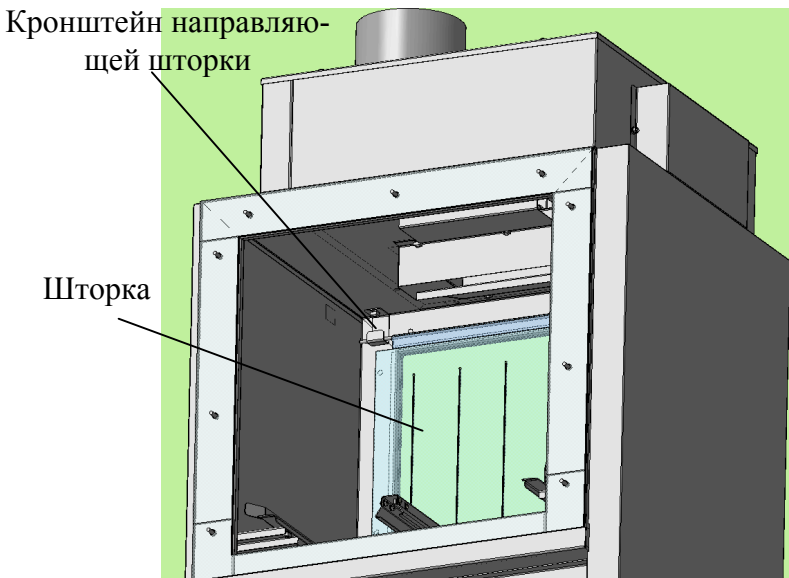

Рисунок 3 – Установка шторки
5.5.3 Установить направляющую шторки в шторку и навесить её на кронштейны, расположенные внутри корпуса сушки (рис. 3).